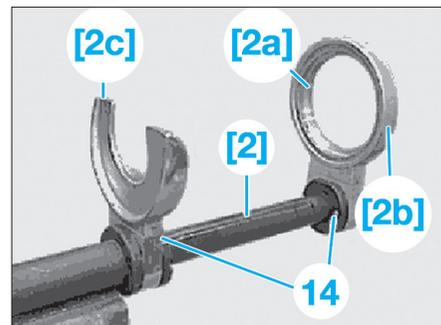

Fig. 12
- Serrer l'outil [2] dans un étau (Fig.12).
- Positionner par le haut l'outil [2c] et [2b] avec l'insert [2a] sur l'outil [1], jusqu'à ce que les goujons d'arrêt (14) s'enclenchent de manière perceptible et audible.